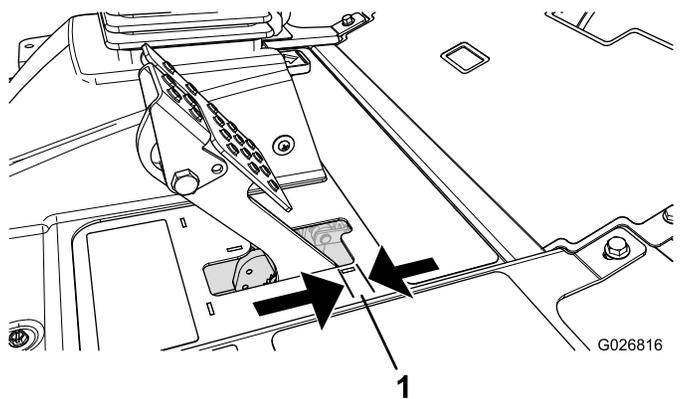

Рисунок 84
Отрегулируйте тормоза, когда свободный ход педали тормоза превысит 2,5 см или когда потребуется большее усилие нажатия для торможения (Рисунок 84). Свободный ход — это расстояние перемещения педали тормоза до ощущения тормозного сопротивления.
2. Затягивайте заднюю гайку, чтобы переместить трос назад так, чтобы свободный ход педалей тормоза составил от 0,63 до 1,27 см до момента фиксации колес (Рисунок 84).